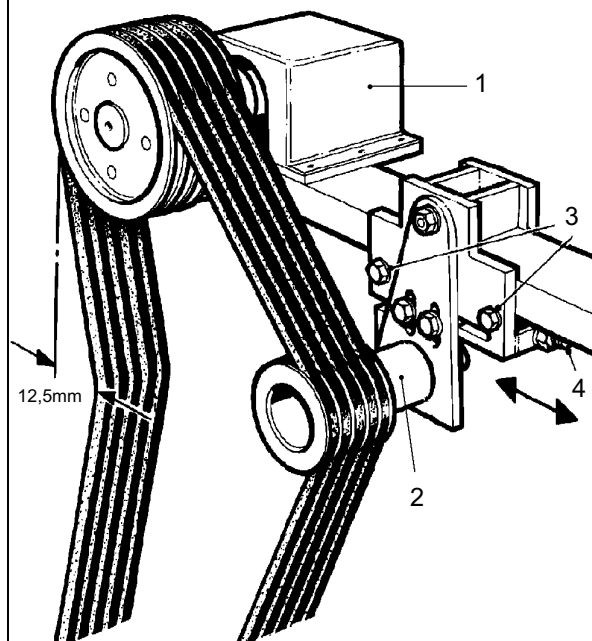

Fig. 33
Contrôler la tension et l'usure des courroies du ventilateur. En exerçant une pression modérée du pouce à mi-distance entre les poulies du vilebrequin et du ventilateur (1), une flexion totale des courroies de 12,5 mm est satisfaisante (voir **Fig. 33**). Si une ou plusieurs courroies sont défectueuses, le **jeu complet doit être remplacé**, et l'alignement des poulies du ventilateur et du vilebrequin doit être vérifié. Si un réglage s'avère nécessaire, desserrer les boulons de blocage (3) et régler l'écrou (4) dans un sens ou dans l'autre, puis resserrer les boulons de blocage (3) et l'écrou de réglage (4).